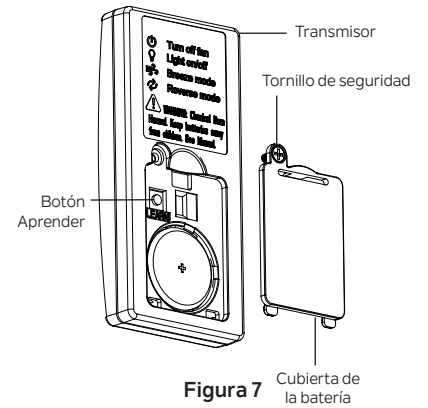

Figura 7 Cubierta de la batería
Paso 1. Afloje el tornillo de seguridad y retire la cubierta de la batería de la parte posterior del transmisor. **(Figura 7)**
Paso 3. Coloque el interruptor de pared existente de **APAGADO/ENCENDIDO** para el ventilador en la posición "**ENCENDIDO**" y luego presione el botón **APRENDIZAJE** en la parte posterior del transmisor. **(Figura 7)** El ventilador cambiará a velocidad media y el kit de luces (si corresponde) cambiará de actividad (si el kit de luces estaba encendido previamente, se apagará. Si el kit de luces estaba previamente apagado, se encenderá). Esto confirma que el proceso de emparejamiento ha terminado.
NOTA: Para acceder al botón **APRENDIZAJE** en la parte posterior del transmisor, afloje el tornillo de seguridad y retire la cubierta de la batería de la parte posterior del transmisor. **(Figura 7)** Cuando se haya completado con éxito la desprogramación, vuelva a instalar la cubierta de la batería en la parte posterior del transmisor y apriete el tornillo de seguridad.